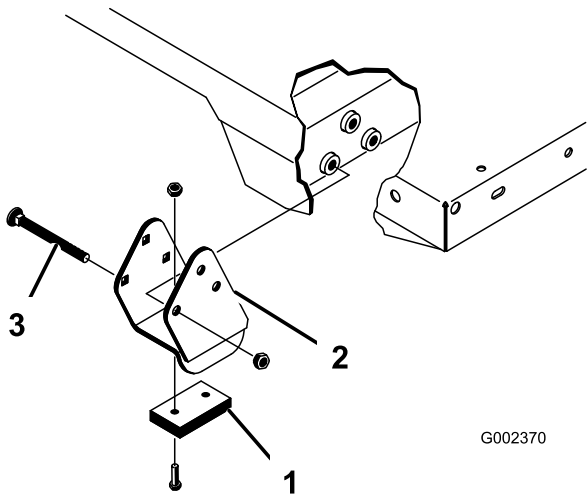

図 34
注 スペーサブラケットとウェアブロック(図 34)はキャリッジボルトで固定しますが、このボルトは必ず頭を機械内側に向けてください。
2. 荷台を慎重に車両フレームの上に乗せる。後部にある荷台のピボットプレートの穴とリアフレームチャンネル鋼材の穴を揃えて、クレビスピンとリンチピン各2個を取り付ける図34。
4. クレビスピンは荷台の外側から差し込み、リンチピンが荷台の外側に向いているようにする図34)。